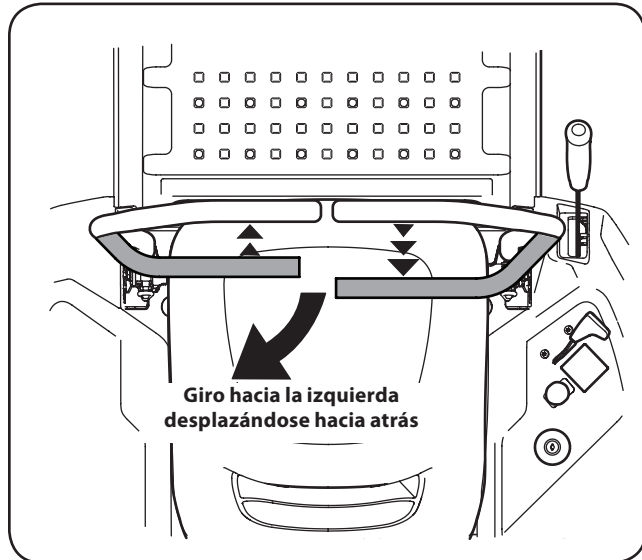

Figure 5-7
1. Para girar a la izquierda mientras se desplaza marcha atrás, mueva la palanca de control del lado izquierdo hacia adelante respecto de la palanca derecha. Consulte la Fig. 5-7.